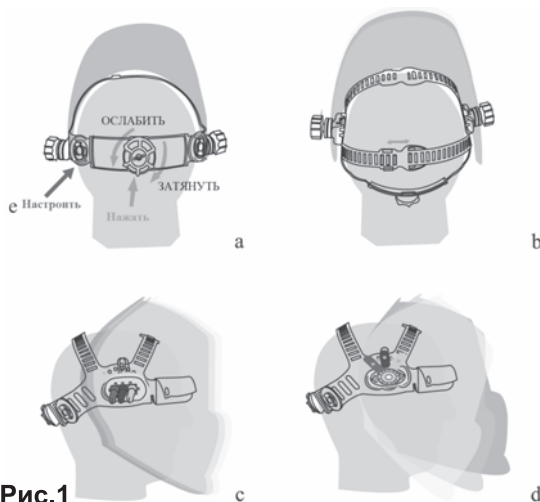

Рис.1
- Наденьте маску на голову. Нажмите регулируемую ручку вниз (в заднем положении головы), одновременно вращая ее против часовой стрелки, чтобы увеличить длину окружности обруча, или по часовой стрелке, чтобы уменьшить длину окружности головного обруча (см. рис. 1а).
- Настройте угол обзора (см. рис. 1а).